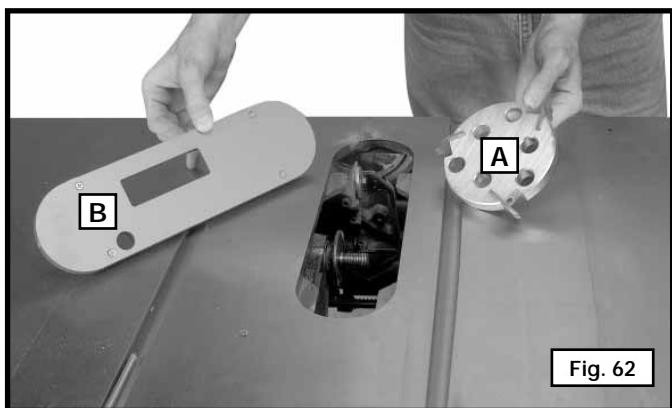

Fig. 62
**AVERTISSEMENT** L'insert de table pour l'ensemble à rainurer accessoire (E) Fig. 62 doit être utilisé au lieu de l'insert de table standard.